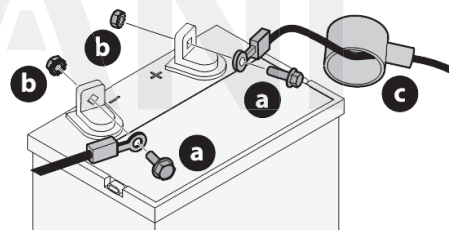

Рис. 10
1. При наличии снимите пластиковую крышку с положительной клеммы аккумуляторной батареи. Присоедините красный кабель к положительной клемме (+) с помощью болта (a) и шестигранной гайки (b) (рис. 10).
2. Установите красный резиновый колпачок (c) на положительную клемму аккумуляторной батареи, чтобы защитить его от коррозии (рис. 10).
3. Если есть, снимите пластиковую крышку с отрицательной клеммы аккумуляторной батареи и подсоедините черный кабель к отрицательной клемме (-) с помощью болта (a) и шестигранной гайки (b) (рис. 10).